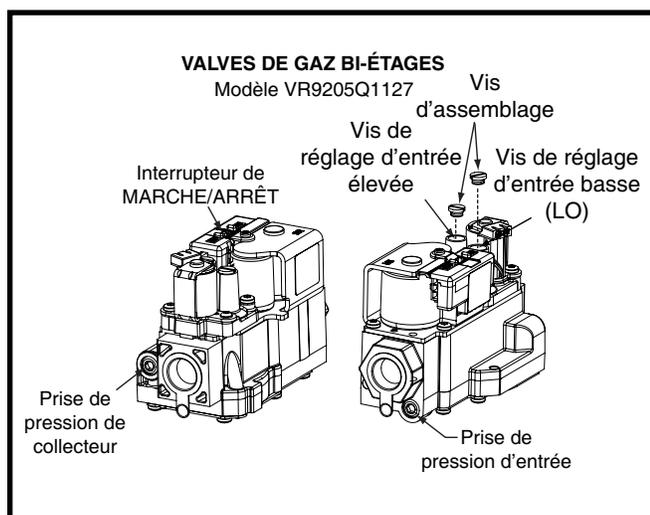

Figure 7. Emplacement des bouchon et prise de régulateur
4. Réglez le bouton de marche/arrêt du robinet de gaz en position ON (marche). Voyez la Figure 7 \(page 19\).
- Utilisez une clé hexagonale 3/16 po pour retirer le bouchon de la prise de pression d'entrée (côté ENTRÉE du robinet de gaz). Voyez la Figure 7 \(page 19\).
- Ouvrez (ON) l'alimentation principale de gaz au robinet.
3. Utilisez une clé hexagonale 3/16 po pour retirer le bouchon de la prise de pression d'admission située du côté sortie du robinet de gaz (Figure 7).
1. Retirez la vis d'assemblage du dessus du régulateur du robinet de gaz (Figure 7).